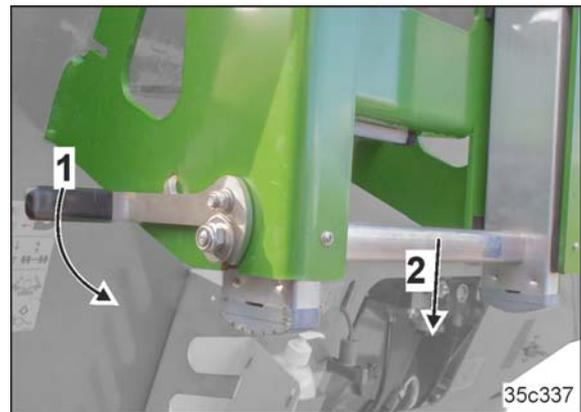

Fig. 220
1. Den Hebel (Fig. 220/1) betätigen und die Leiter entriegeln.
2. Die Leiter nach unten ziehen (Fig. 220/2).